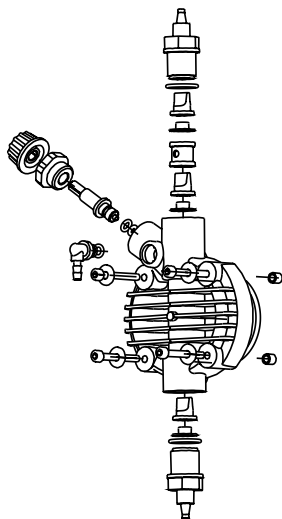

Fig. 10
Etant donné la robustesse du système, de véritables pannes mécaniques ne se produisent pas. Parfois il peut se produire des fuites de liquide au niveau d'un raccord du fait d'un écrou fixation du tube desserré ou plus simplement à cause de la rupture du tube de refoulement. Il est rare que d'éventuelles fuites puissent se produire par la rupture de la membrane ou par l'usure du joint torique de la membrane. Dans ce cas, ces éléments doivent être remplacés en démontant les quatre vis de la tête de la pompe (fig. 10). En les remontant, les serrer de manière uniforme sans omettre de replacer les joints de vis. Une fois la fuite éliminée, nettoyer la pompe doseuse d'éventuels résidus de réactif qui, s'ils stagnaient, pourraient provoquer une détérioration du boîtier de la pompe.
❶ LA POMPE DOSEUSES DONNE DES IMPULSIONS MAIS N'INJECTE PAS LE REACTIF DANS L'INSTALLATION
- a. Démontez les clapets d'aspiration et refoulement, les nettoyer et les remonter dans la même position (fig. 10). Dans le cas où l'on remarquerait un gonflement du clapet, vérifier la compatibilité chimique du réactif avec le matériau du clapet (Viton® en standard ; sur demande silicone, EPDM et nitrile, clapet à bille verre ou inox, clapet K).